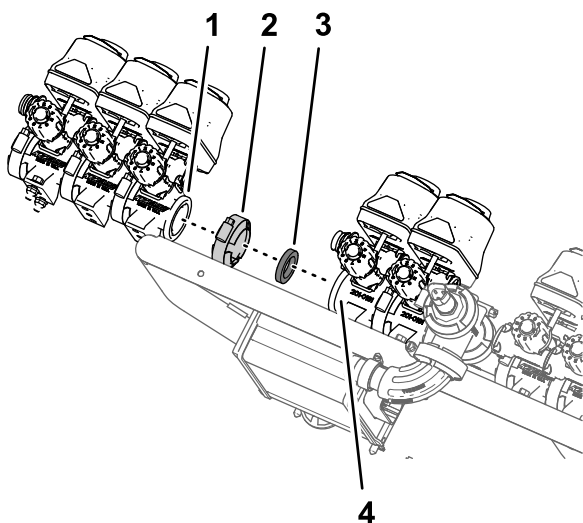

図 103
1. boomバルブ 3 個 図 103 ステップ S8 マニホールドマウントからboomバルブを外す (ページ 30) で外したものを、バルブ 7 番のフランジに取り付けるステップ 413 boomバルブを取り外す (ページ 27) で取り外したフランジクランプとガスケットを使用する。